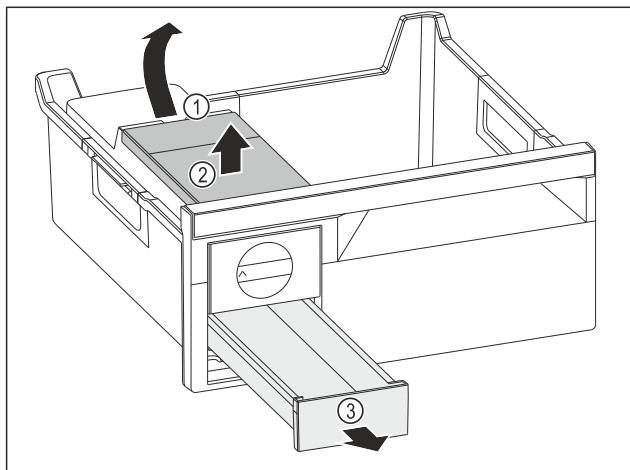

Fig. 142
- Изваждане на резервоара за вода: Повдигнете резервоара за вода при прореза Fig. 142 (1).
- Извадете резервоара за вода Fig. 142 (2) нагоре.
- Извадете чекмеджето за ледени кубчета Fig. 142 (3) напред.